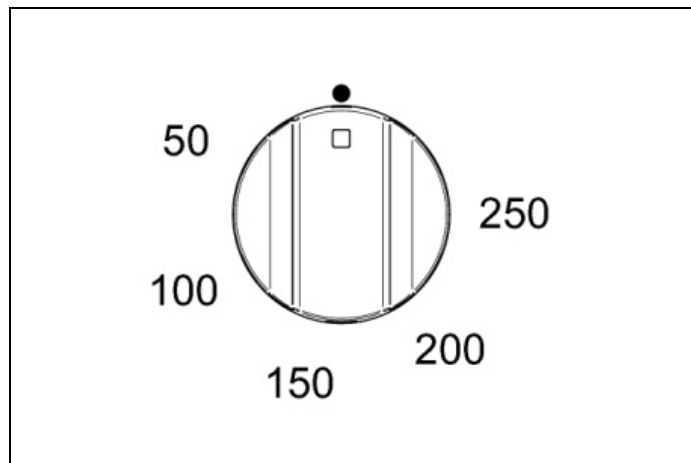
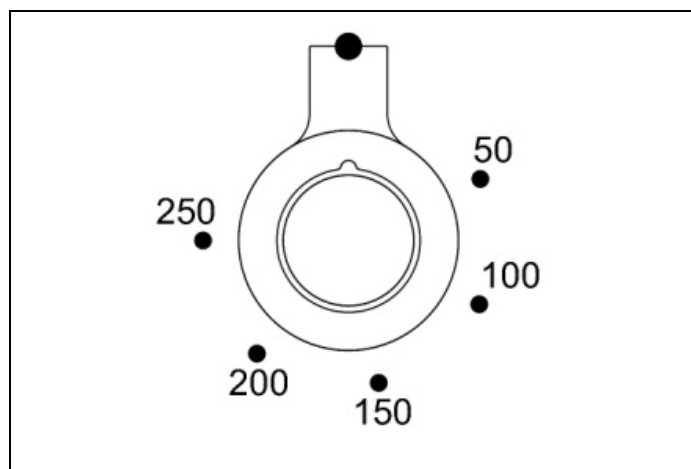
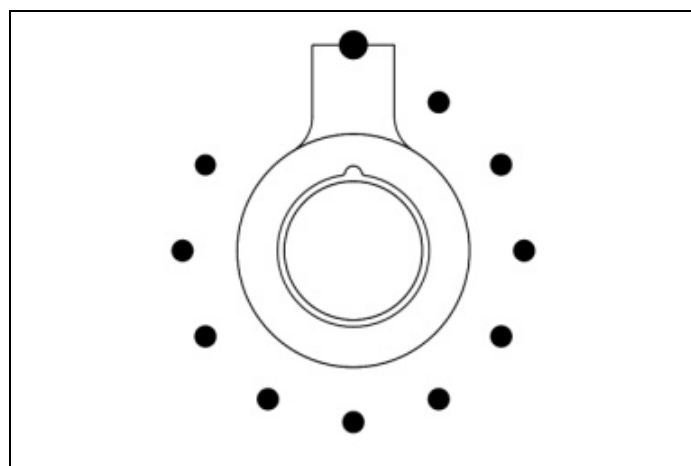

Fig. 27
Fig. 28
Fig. 29
- 2) Vrid temperaturvredet (Fig. 27 - Fig. 28 och Fig. 29 endast PRO T-modellen) medurs för att välja önskad temperatur. Den orange lampan släcks när ugnen har nått den valda temperaturen och är redo att användas. Det är normalt att denna lampa tänds och släcks under tillagningen så att elementen bibehåller en konstant temperatur (ugns drift indikeras av programmeringsdisplayen endast för PRO T-versionen).